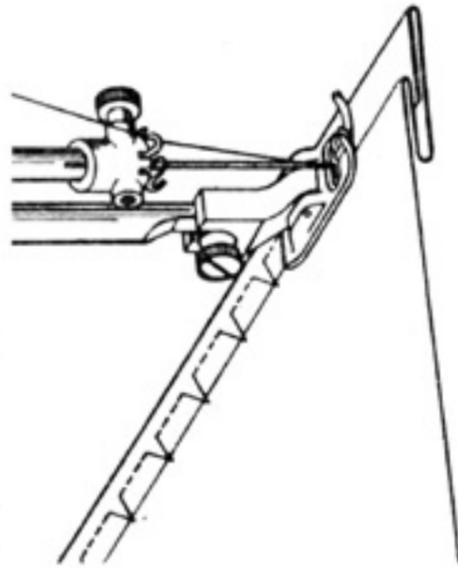

Рис. 53
**31. Потайный шов (рис. 53)**